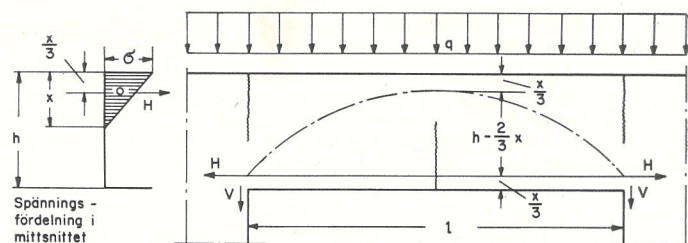

Fig. 1. Efter uppsprickning fungerar valvet som en treledsbåge.
Beräkningsmetoden är baserad på brottstadiet, som föregåtts av regelbunden sprickbildning. I det stadium, då valvet fungerar som en treledsbåge, har försöken visat att tryckzonens relativa höjd varierar så litet, att man med tillräcklig noggrannhet kan sätta $x = 0,3 h$ (Jfr fig. 1)."
- egenvikten begränsas till väggskivan $b \cdot h \cdot l$ (Jfr fig. 1 och 3).